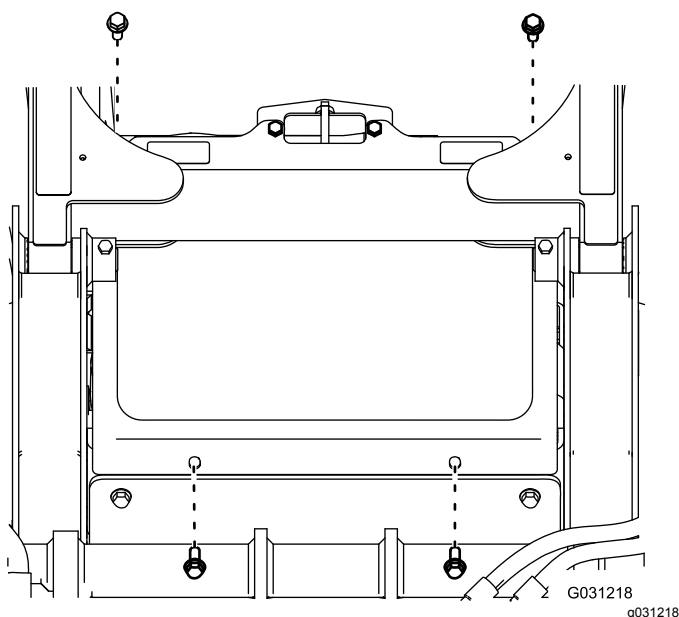

Figura 4
2. Rimuovete e conservate i 4 bulloni dello schermo superiore (Figura 4).
5. Montate lo schermo anteriore del kit utilizzando i bulloni che avete rimosso in precedenza, come illustrato nella Figura 4.